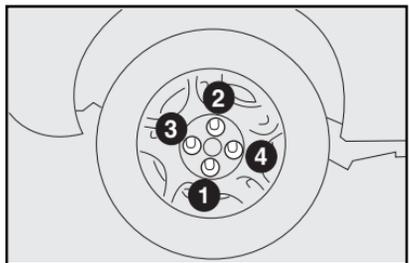

fig. 19
12) Apriete a fondo los tornillos, pasando de un tornillo al otro diametralmente opuesto siguiendo el orden ilustrado en la **fig. 19**.